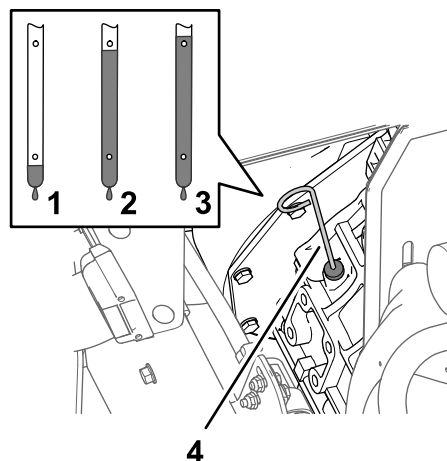

Рисунок 74
6. Выньте масломерный щуп и проверьте уровень масла в двигателе (Рисунок 74).
7. Медленно долейте дополнительное масло указанного типа, чтобы довести его уровень до метки Full (Полный) на масломерном щупе (Рисунок 74).